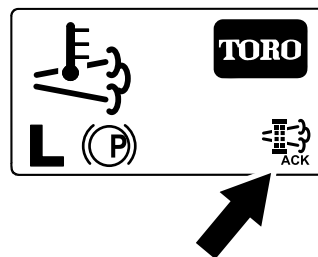

Bild 55
8. Im InfoCenter wird der Homebildschirm angezeigt; das Symbol für die Bestätigung der Regenerierung (Bild 55) wird unten rechts auf dem Bildschirm angezeigt, wenn die Regenerierung ausgeführt wird.